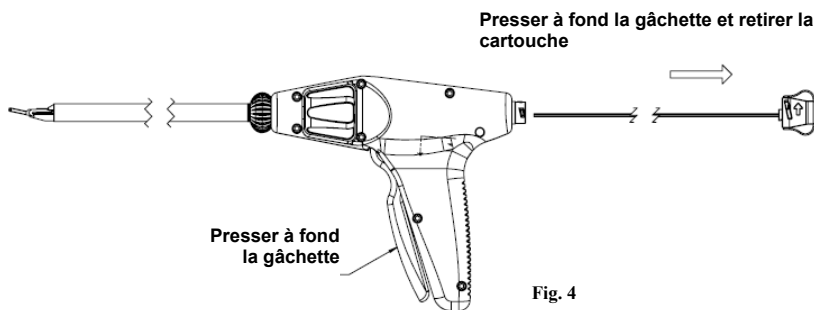

Fig. 4
1. Retirer et éliminer la cartouche de clips jetable en pressant à fond la gâchette contre la poignée, tel qu'illustré dans la Fig.4. Si tous les clips n'ont pas été appliqués, la pression de la gâchette et le retrait de la cartouche a pour effet d'engager et de libérer un clip. Dans ce cas, déclencher le clip engagé au-dessus d'un champ stérile, par exemple, pour s'assurer que le clip contaminé ne tombe pas au sol, ne grille pas les mors ou ne tombe pas dans la tige de l'instrument, ce qui pourrait potentiellement présenter un risque de blocage ou un danger. (Cette étape tient lieu d'avertissement applicable aux « Procédures de nettoyage et de stérilisation ». Microline ne peut être tenue pour responsable des dommages résultant du non-respect de cet avertissement.)